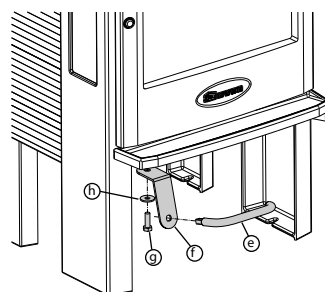

Fig. 6 Montering av kaldhåndtak
7. Husk ovnskitt til lokk og røykrør. Under monteringen bør overflødig kitt fjernes med en fuktig klut før det tørker. Monter betjeningshåndtaket som vist på fig. 6.